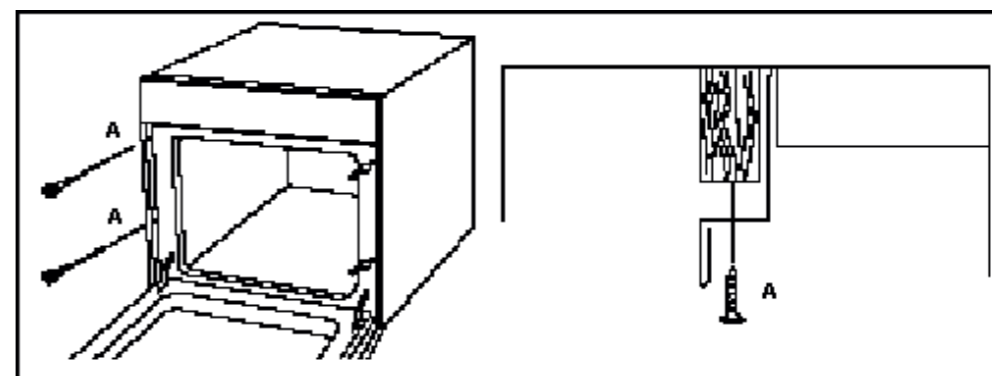

Figura 4
Abra la puerta y asegure el horno de la cocina al gabinete con cuatro tornillos para madera en los orificios previstos en ambos lados del bastidor del horno (A). **Figura 4.**